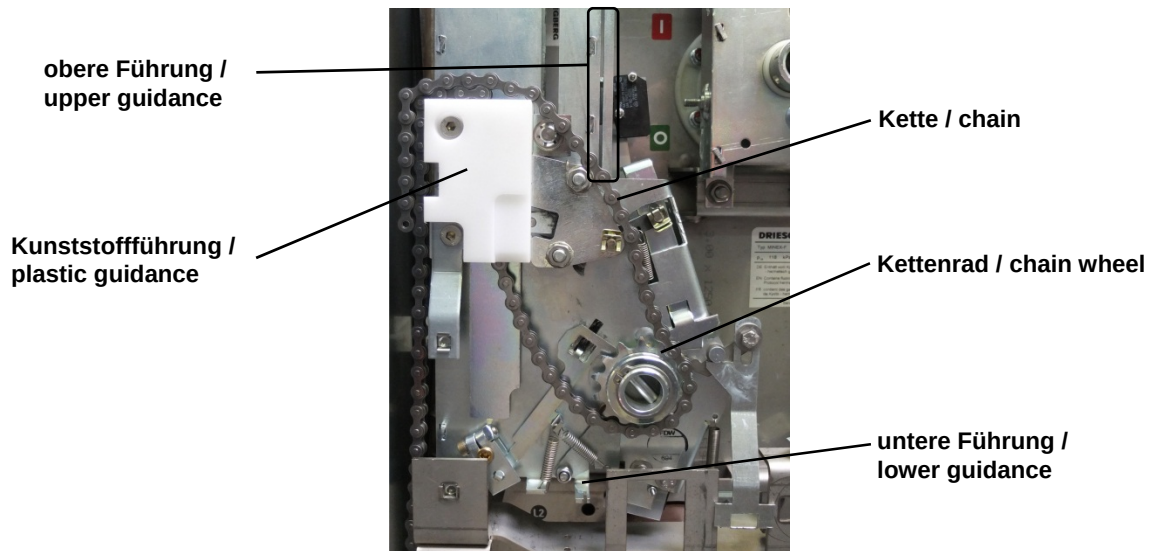

Abb. 8: Kette einlegen / pict. 8: Insert chain
- Kette auf das Antriebskettenrad und in die Kunststoffführung einlegen (s. Abb. 8).
- Das linke Verriegelungsblech in die obere und untere Führung (s. Abb. 8) der SEA-Antriebes einsetzen und durch Biegen der Verschlusslaschen (s. Abb. 4) montieren.